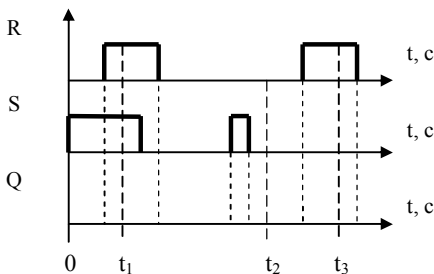

Рис. 13. Временная диаграмма функции Самоблокирующееся реле
5. Функция **Самоблокирующееся реле**. Сформируйте схему управления, содержащую блок **Самоблокирующееся реле**, входы (устанавливающий S и сбрасывающий R) и выход. По результатам исследований достройте временную диаграмму блока (рис. 13) и определите состояние выхода в моменты времени t_1 , t_2 и t_3 .